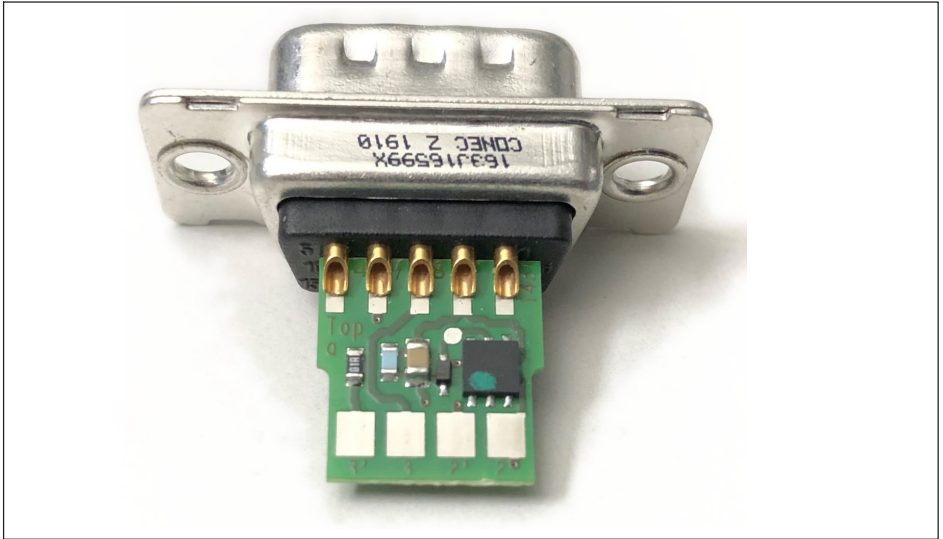

Abb. 2.4 Ansicht des TEDS-Moduls im Stecker von oben vor dem Löten
- ▶ Löten Sie das Modul zwischen die erste und zweite Reihe des Steckers an die Anschlüsse 1 bis 5 an (Abb. 2.3 und Abb. 2.4).